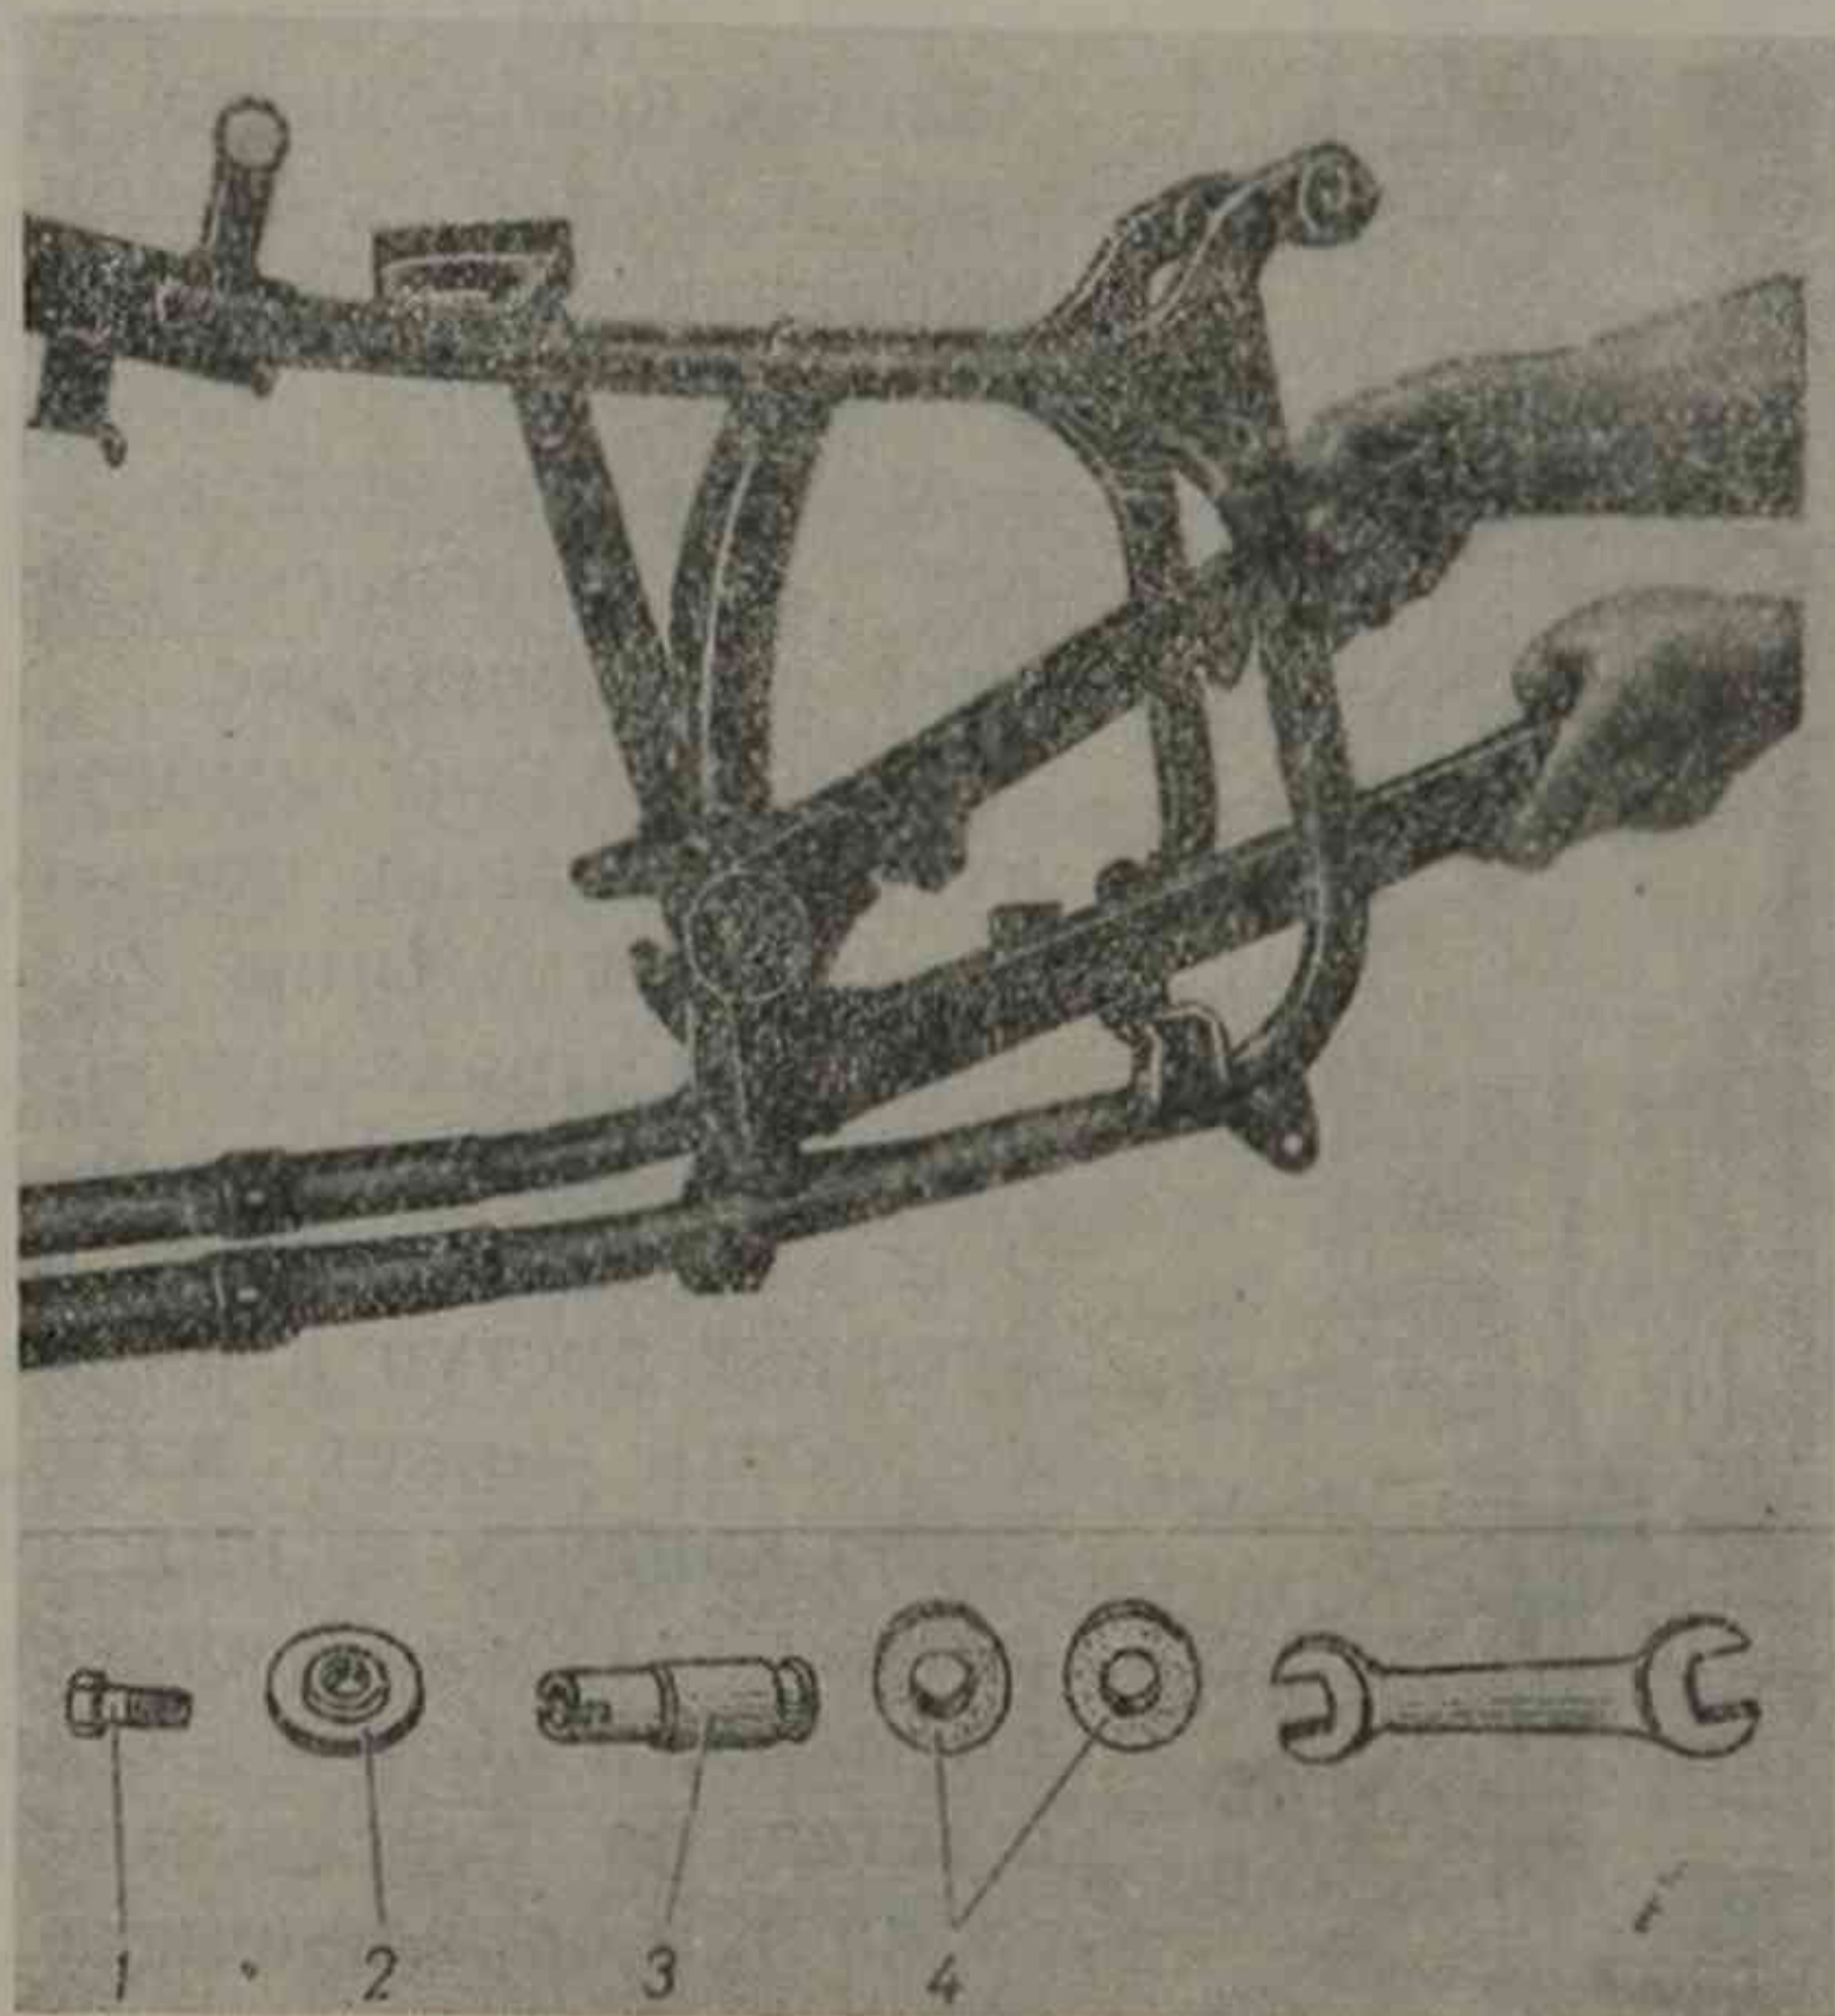

Рис. 21. Снятие и установка рычага задней подвески
4) вывинтить болты 1 (рис. 21), стягивающие резиновые втулки 4, снять наружные крышки 2 и фиксирующие шайбы; вынуть наружные резиновые втулки;